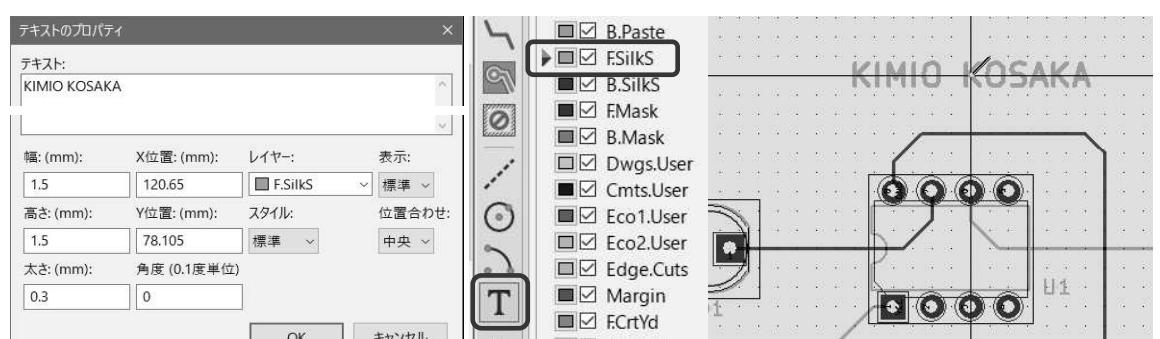

図 10-23
#### (21) 基板に名前などを書く 図 10-23
- ① 右ツールバー 「テキストを追加」を選択し、レイヤー「F.SilkS」を選択します。
- ② 名前を置きたい場所をクリックします。
- ③ テキストのプロパティ・ダイヤログのテキスト欄に名前を入力し[OK]をクリックします。